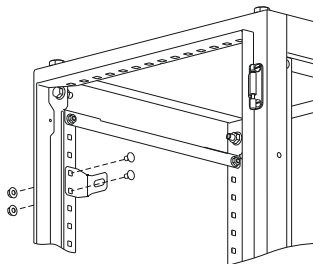

Рисунок 11
8.2.2 Придерживая болт, вставьте его с кронштейном в квадратное отверстие стойки корпуса и закрепите гайкой М6 (рисунок 11).